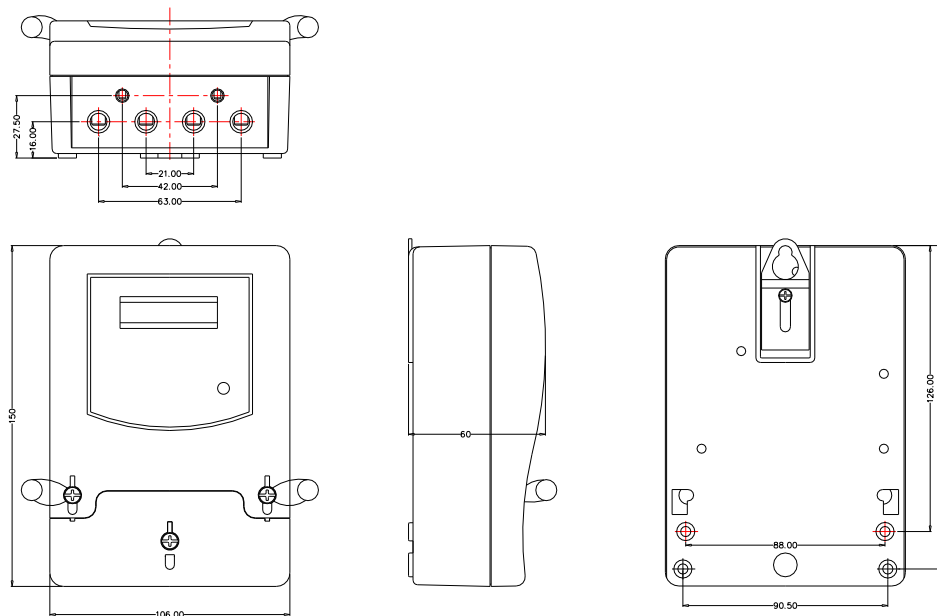

Fig.3 Diagrama de Instalación
- 5.4 Diagrama de instalación del medidor — Fig. 3